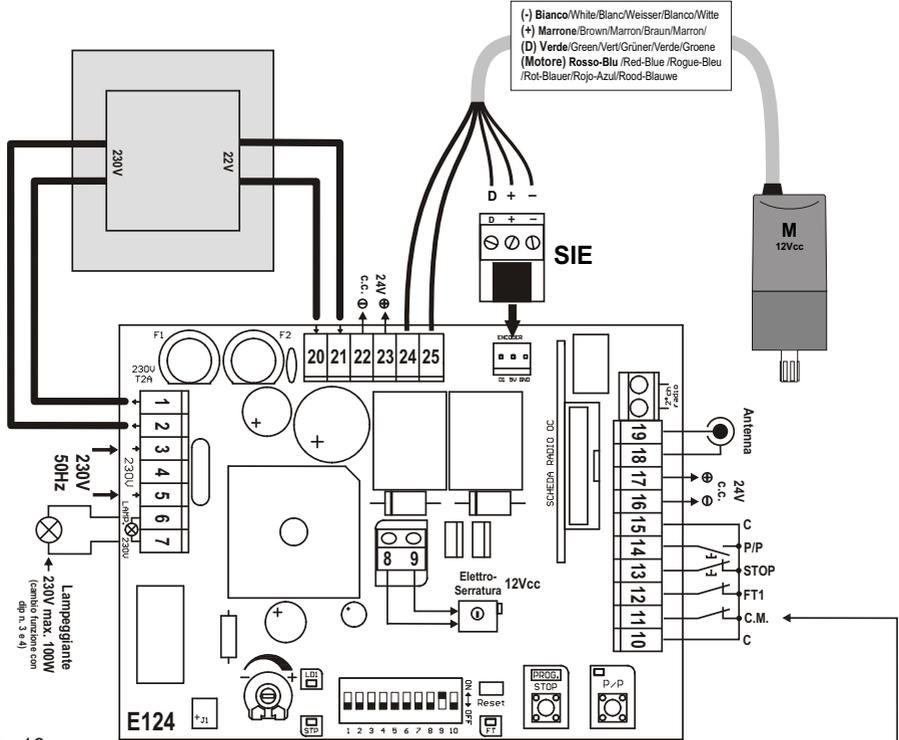

Fig. 16
L'antenna va collegata ai morsetti 18 (calza) e 19 (centrale) vedi fig.16.
Pour les connexions suivre les tableaux 1 et 2 et la figure 16.
Durant la phase d'apprentissage on actionnera plusieurs fois la touche P/P (pos. 14 fig. 15), en alternative on peut utiliser la commande P/P (borne 14, fig. 16) ou l'émetteur radio mémorisé sur le premier canal du récepteur.